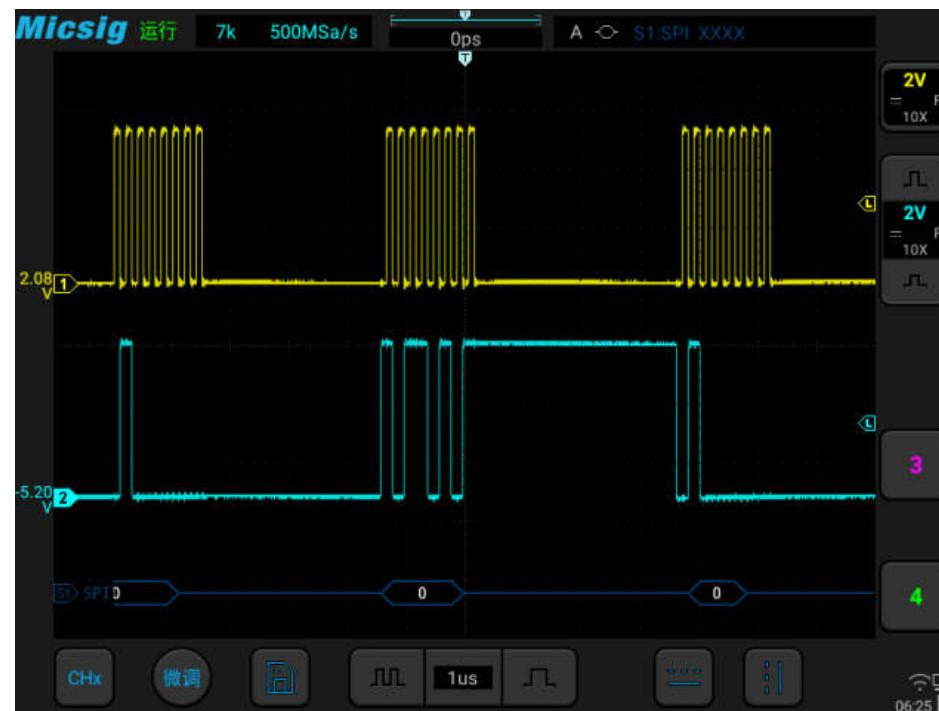

图12-20 SPI 图形界面
- (1) 轻点 S1 打开解码通道，向左轻扫 S1 打开总线配置菜单；
- (2) 选择总线类型为“ SPI”，点选时钟为“ Ch1”上升沿，数据为“ Ch2”高电平，数据字长为“4bit”；
- (3) 打开触发设置菜单，触摸屏上点按数据，使用虚拟软键盘设置要匹配的数据为“ 0001”；
- (4) 依据信号幅值调节 2 个通道阈值电平； SPI 触发图形界面见图 12-20：